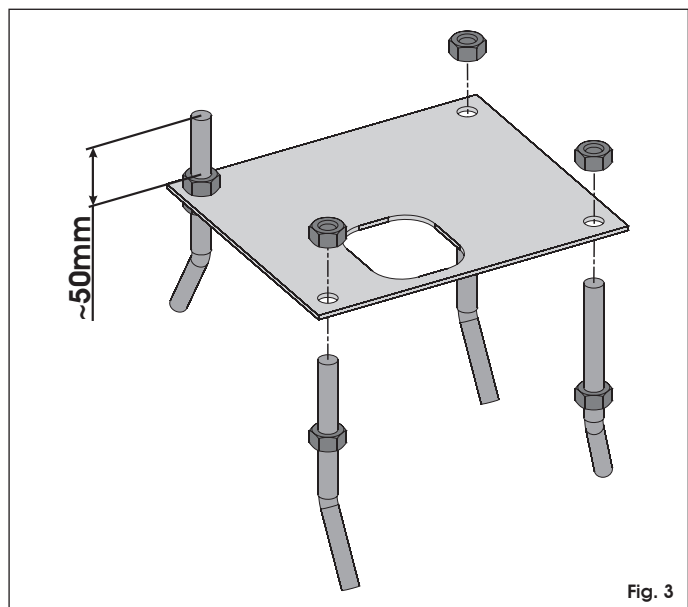

Fig. 3
- Assembler la plaque de fondation d'après la Fig.3.